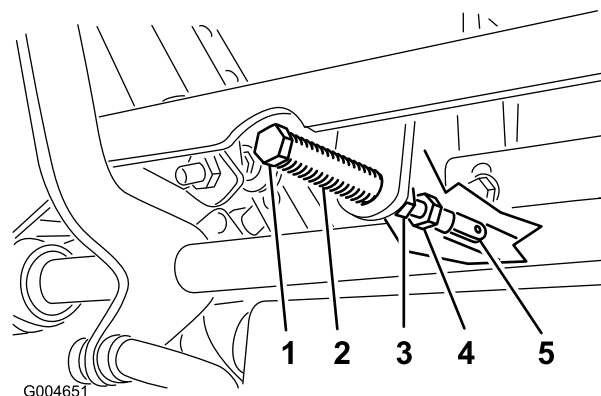

Figure 50
- Tirez-le ensuite en arrière jusqu'à ce que l'axe de chape (situé sur un bras au-dessus de l'axe de pivot) touche l'extrémité de l'encoche (c.-à-d. commence juste à appuyer sur le ressort), comme montré à la Figure 50.
7. Si un réglage s'impose, desserrez l'écrou et l'écrou de blocage vissés contre la chape (Figure 50).
8. Appliquez une légère pression à l'arrière du levier, et tournez la tête du boulon de réglage dans le sens voulu pour centrer le levier à la position de VERROUILLAGE AU POINT MORT (Figure 50).
9. Serrez l'écrou et l'écrou de blocage (Figure 50).
10. Serrez les écrous de blocage contre les rotules (Figure 50).